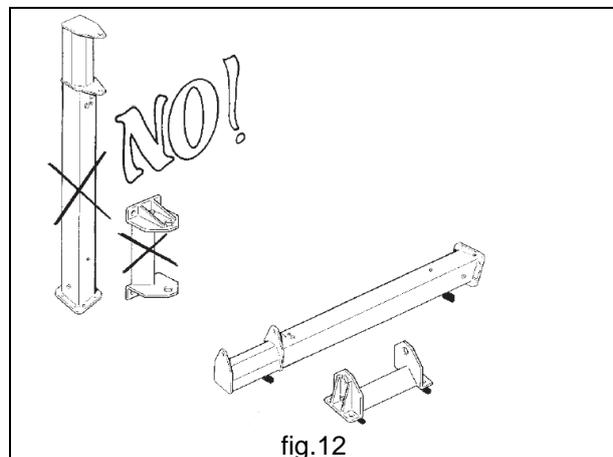

fig.12
- **Tous les éléments ou composants doivent être posés ou fixés de manière stable durant toutes les phases de la manutention, du transport et du stockage et ne doivent pas être renversés ni placés en position verticale ou sur un côté (fig.12).**